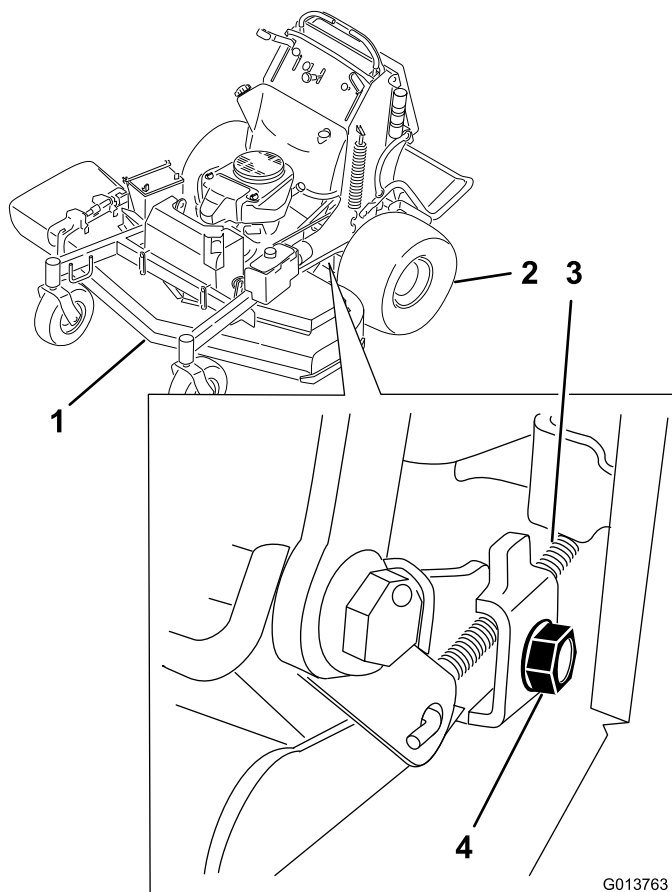

図 3
7. 速度コントロール・ケーブルのジャケットをシフタ・ブラケットに固定しているケーブル・クランプをゆるめる (図 3)。左後ろの車輪の前から、下部フレームの下に手を入れるのが最も簡単である。